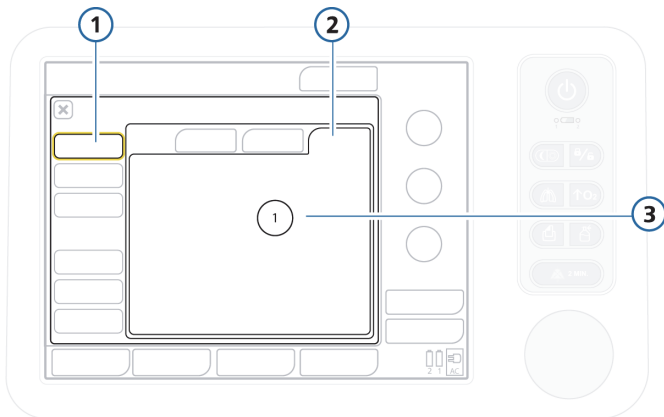

Рисунок G-4. Установка минимальной громкости сигнала тревоги
1. Откройте окно «Общее» -> «Еще» (рис. G-4).